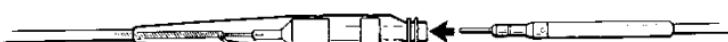

Figura 1. Inserire il connettore dell'eletrocatetere nella presa dell'adattatore.
2. Inserire delicatamente l'estremità del connettore maschio dell'elettrocatetere di stimolazione nell'innesto femmina dell'adattatore fino a fissarla saldamente (vedere la figura 1). Se